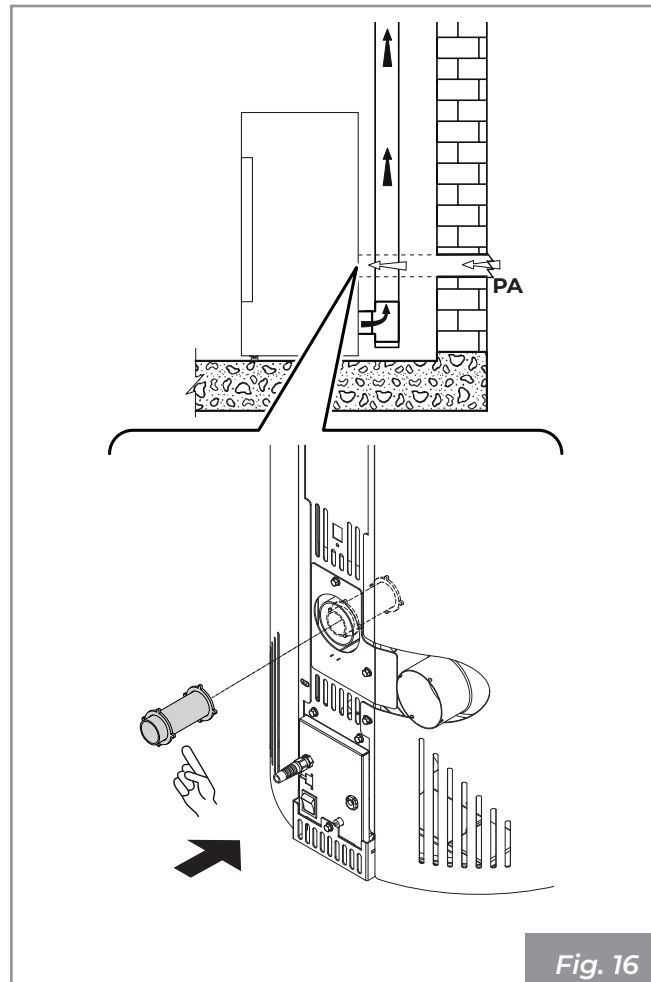

Fig. 16
- il peut provenir du lieu d'installation ou de pièces voisines (**Fig. 16**)
Réaliser la prise d'air sur la paroi (Fig. 16 - PA = Prise d'Air) et laisser un espace pour que l'appareil puisse aspirer l'air de la pièce, en prenant soin de raccorder la tuyau fourni à celui de l'arrivée d'air comburant, afin de prévenir d'éventuels effets de résonance.